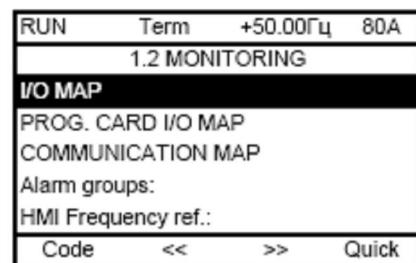
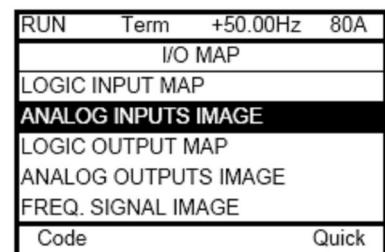

Рис. 2.1
Рис. 2.5. Окно выбора входов/выходов
На графическом терминале в процессе работы ПЧ с помощью меню мониторинга [1.2 MONITORING], [1.2 МОНИТОРИНГ] можно отобразить (рис. 2.1):
- текущие значения переменных отображаются в окне меню [1.2 MONITORING], начиная со строки «*HMI Frequency ref.*» (рис. 2.1);
После выбора в окне меню мониторинга ГТ (рис. 2.1) строки *I/O MAP* появляется список входов и выходов (рис. 2.5).